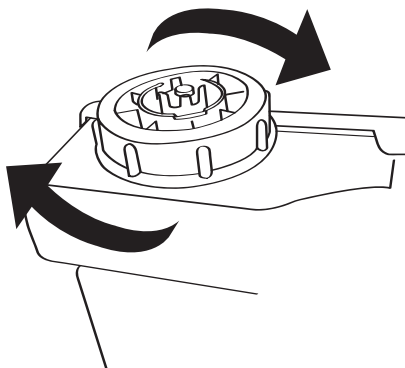

Рис. 3.
- Убедитесь в плотной фиксации крышки резервуара (рис. 3). Плотно закрутите крышку по часовой стрелке. Неплотная фиксация крышки приводит к протеканию воды.